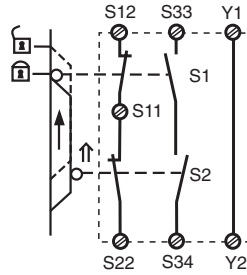

Fig. 6: Schutztürsteuerung 3
- Schutztürsteuerung 3 (Fig. 6)
- Safety gate control 3 (Fig. 6)
- Dispositif de verrouillage 3 (fig. 6)